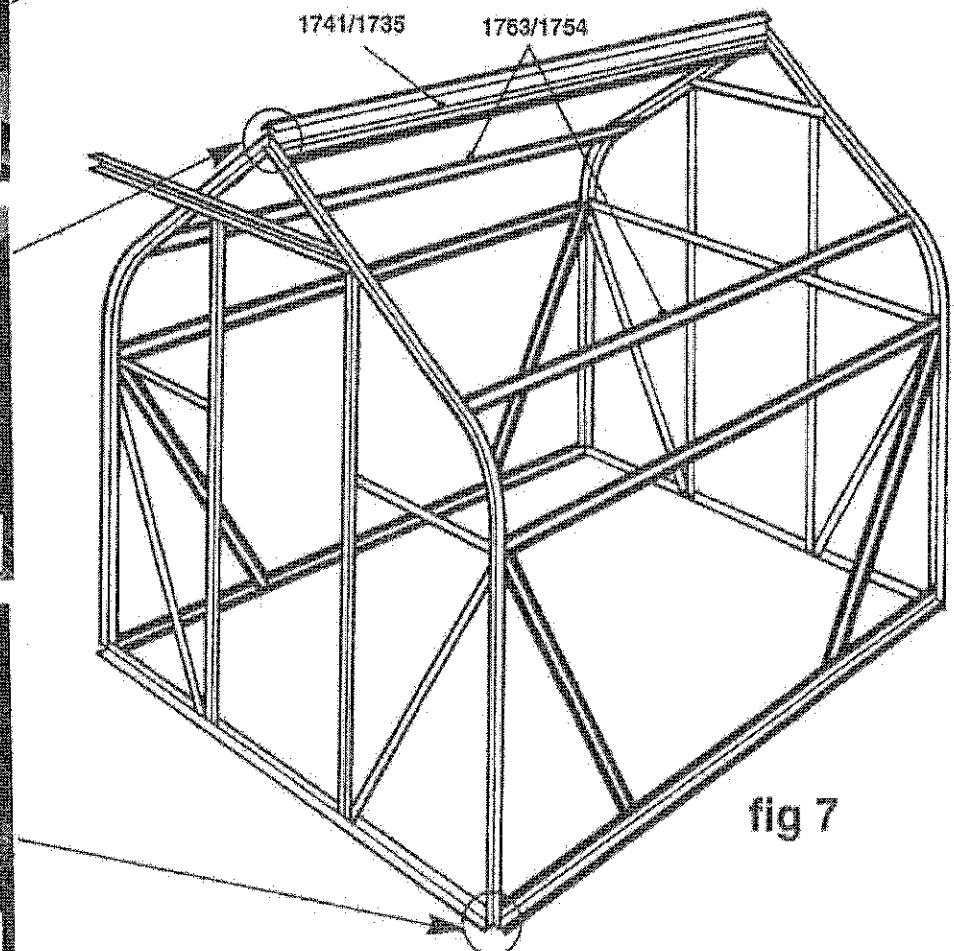

fig 7
- This should now be repeated on the other side of the greenhouse as in Fig. 7.
- Bolt the remaining two eaves braces (1763/1754) to each gable end as in Fig. 7.
- Dieser Vorgang wird nun an der anderen Seite des Gewächshauses wie in Abb. 7 wiederholt.
- Die letzten zwei Traufenversteif –ungen (1763/1754) an jed Giebelende wie in Abb. 7 Schrauben.
- Répétez la séquence des opérations de l'autre côté de la serre, comme dans la fig. 7.
- Boulonnez les deux derniers raidisseurs de débord de toit (1763/1754) à chaque pignon comme dans la Fig. 7.
- Herhaal dit aan de andere zijde van de kas zoals in Fig. 7.
- De twee dakrank schoren (1763/1754) aan beide gevelende vastbouwen zoals in fig. 7.
- Upprepa sedan på den andra sidan av växthuset enligt fig. 7.
- Skruva fast de återstående tra takfots stötan (1763/1754) på varje gavelträg enligt fig. 7.